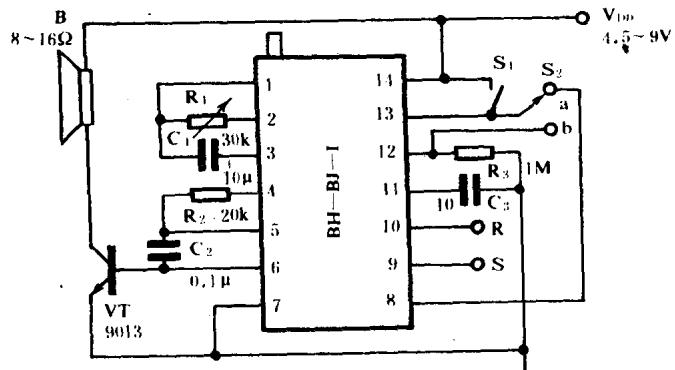

图1-1(c) BH-BJ-1 典型应用电路
BH-BJ-1 集成电路典型应用电路见图1-1(c)所示。图中 S_2 为音调选择开关, 图示位置为间断声响, S_1 为响声控制开关。当 S_1 闭合, 扬声器 B 即发出间断报警声响, S_1 打开, 报警声停止。当 S_2 拨向 b 端, 为回旋变调报警声响, 工作与否受 R、S 端电平控制。三极管 VT 为集成块 BH-BJ-1 的外接功率放大管, 集成块⑥脚输出的报警声响信号经 VT 放大后可驱动 B 发声。